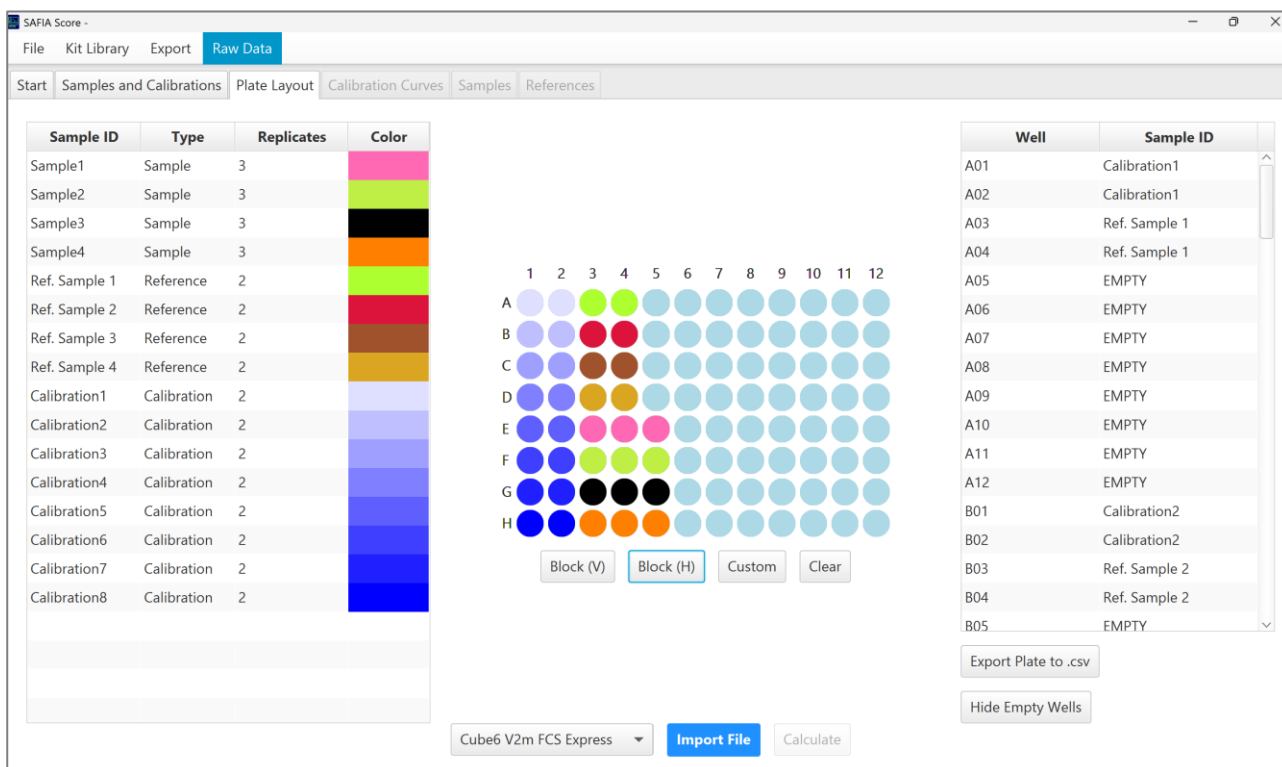

Abbildung 15. Übersicht der Funktionen im Arbeitsbereich Plate Layout
usw. bis H12) (siehe Abbildung 15). Die Zuordnung kann automatisch über die Buttons *Block (V)* oder *Block (H)* erfolgen. Dabei werden die Replikate der Proben und Referenzproben entweder vertikal (V) oder horizontal (H) angeordnet. Die Replikate der Kalibrationsstandards werden grundsätzlich horizontal auf der Mikrotiterplatte platziert. Mithilfe des Buttons *Clear* können sie alle Eingaben löschen.